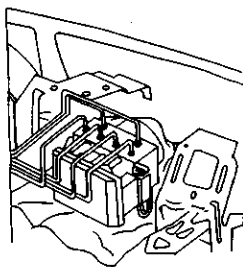

图 3-270 在 ABS 控制器
- 5) 在 ABS 控制器下垫一块抹布, 用来吸干从开口处流出的制动液, 如图 3-270 所示。